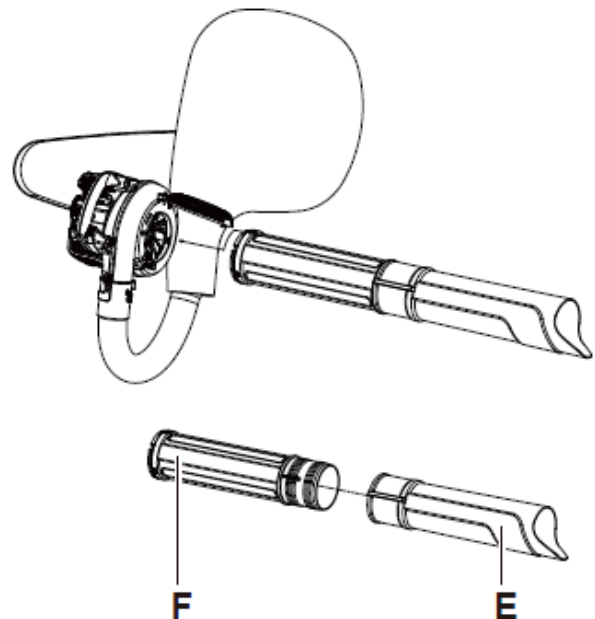

Fig. 7
4) Assemblez le tube d'aspiration inférieur (E) sur le tube d'aspiration supérieur (F), puis insérez les tubes d'aspiration assemblés dans la machine. Tournez les tubes dans le sens des aiguilles d'une montre jusqu'à ce que les tubes à vide se verrouillent en place (Fig.7).
parties E et F de l'ensemble du tube d'aspiration. (Fig.7)